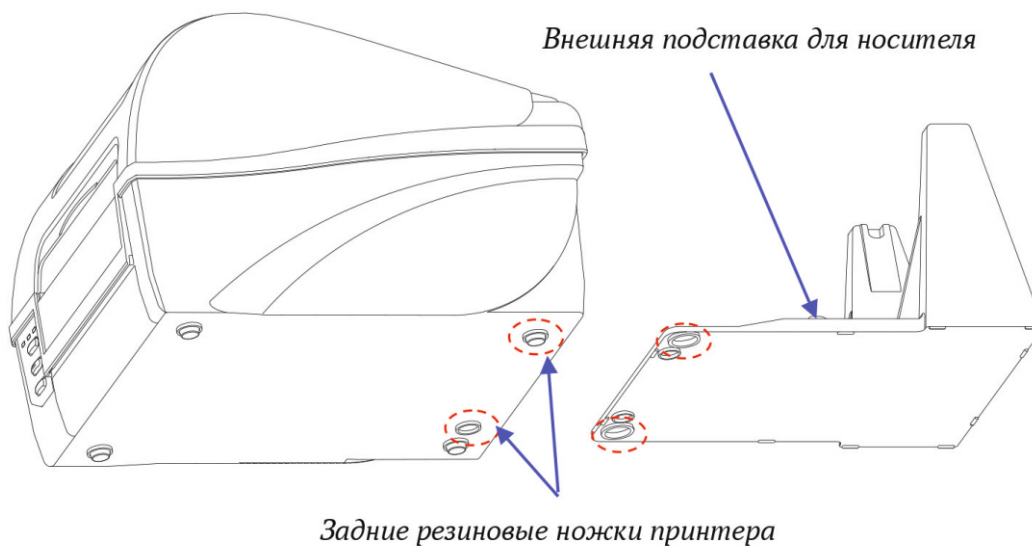

Рисунок 2-15 Установка подставки для внешнего носителя
1. Поместите переднюю часть внешней подставки для носителей под принтер, убедившись, что две задние резиновые ножки принтера установлены в два отверстия на подставке для носителей, см. рис. 2-15.